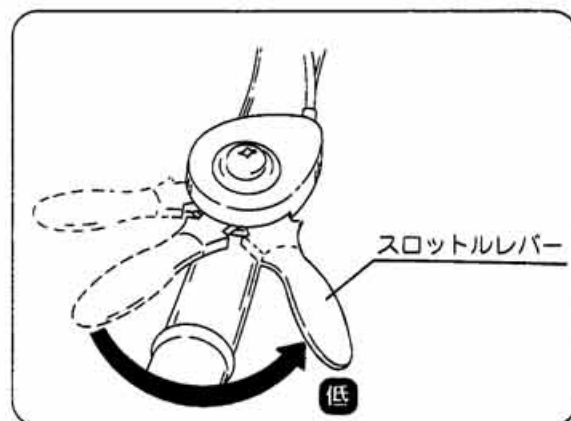

図16
- ② スロットルレバーを [低速] 位置にもどします。(図16)